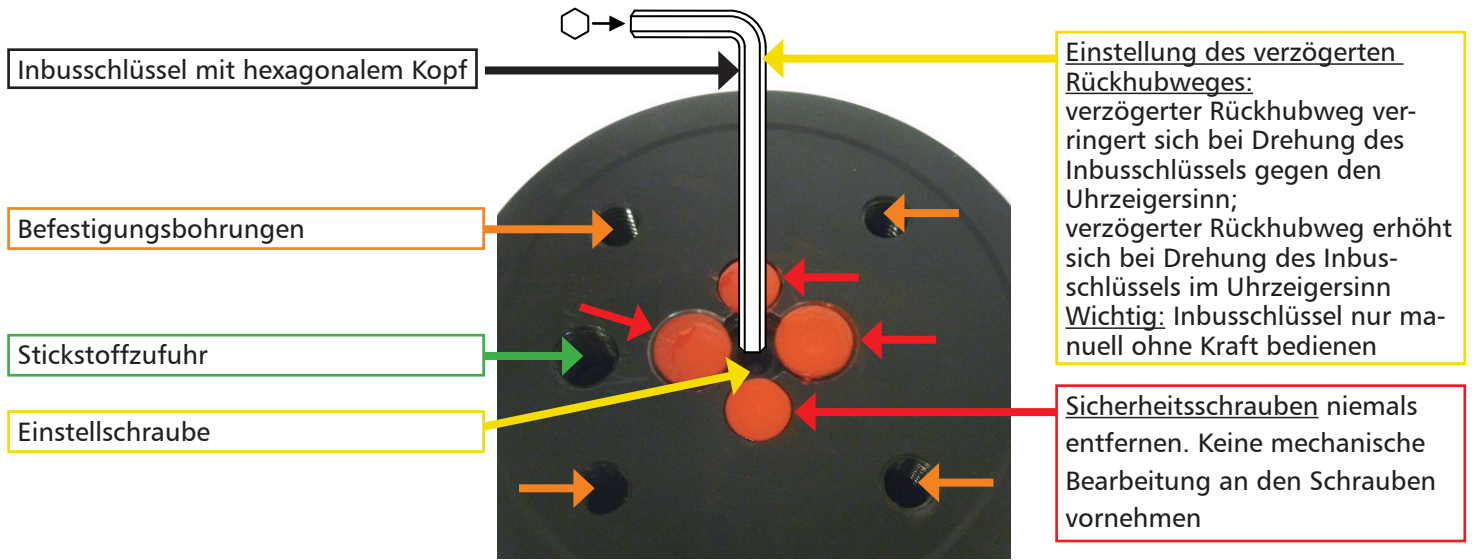

ABBILDUNG 1
2. Öffnung der geschlossenen Einstellschraube gegen den Uhrzeigersinn wie in Abbildung 1 beschrieben.